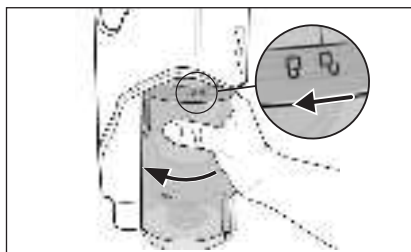

Fig. 17
- 2) Para desmontar el depósito de polvo **7** del aparato, gírelo hacia el símbolo  (abrir) hasta que pueda retirarse del aparato (consulte la fig. 17).